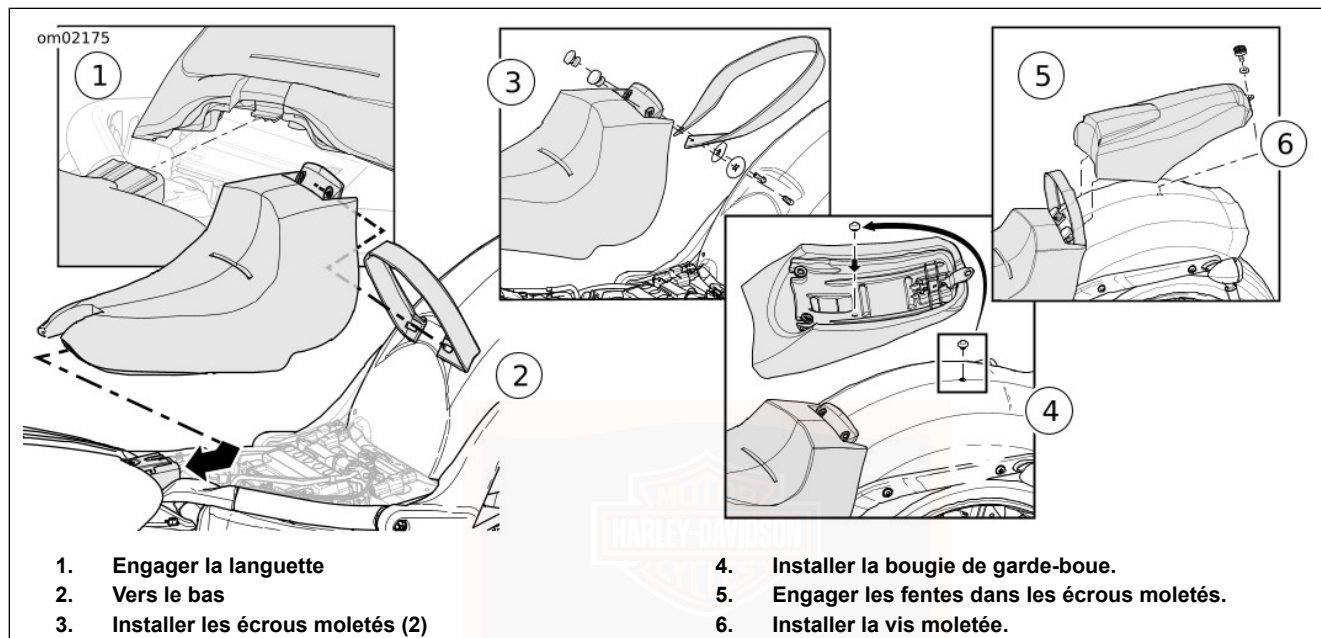

Figure 58. Installer la selle et le siège du passager.
Voir Figure 58. Si l'aspect d'une selle solo vous plaît davantage, il est possible de retirer la sangle de selle. Couvrir le bossage de la vis moletée à l'aide du bouchon décoratif (4) qui se trouve sous le siège du passager.
1. Voir Figure 58. Installer la sangle de selle (3) sur les goujons de montage de selle de garde-boue.
2. Glisser la selle vers l'avant de la moto pour engager la languette dans la fente de l'ossature du cadre (1) tout en abaissant l'arrière de la selle sur les goujons de montage de selle (2).
3. Installer les vis moletées de montage de la selle (3). Bien serrer.
1. Voir Figure 58. Glisser l'avant du siège du passager pour engager les encoches dans le support de siège de passager avec les écrous moletés de la selle (5).
2. Serrer la vis moletée avec rondelle (6) pour attacher le siège du passager au garde-boue arrière.